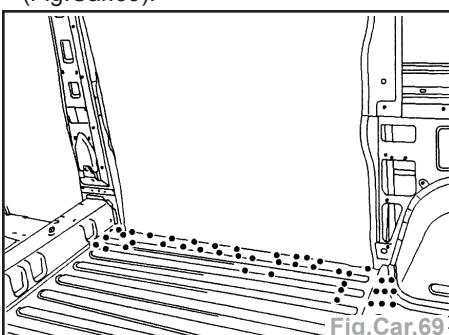

Fig.Car.69
- Souder par points bouchons MAG et meuler les points de soudure (Fig.Car.69).